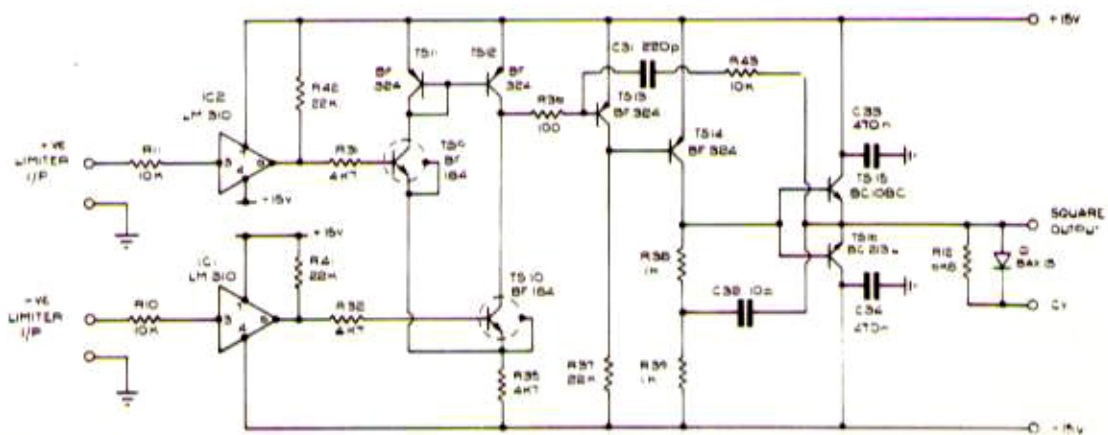

Fig. 8a Meter amplifier. Component layout
- Fig. 8a Meter amplifier. Component layout Module M3365